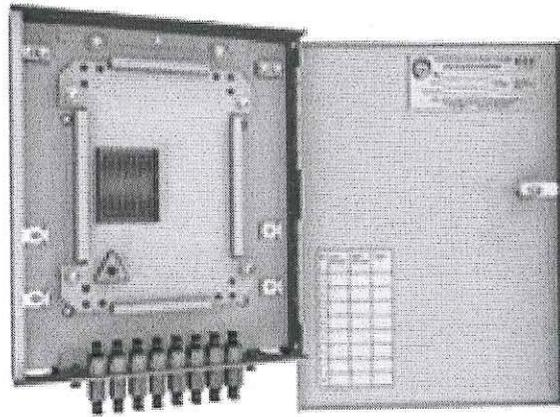

Рисунок 5 – Шкаф кроссовый оптический
5.5 Шкаф кроссовый оптический (ШКО) предназначен для распределения и последующей коммутации волоконно-оптического оборудования на сетях связи общего доступа (см. рисунок 5).